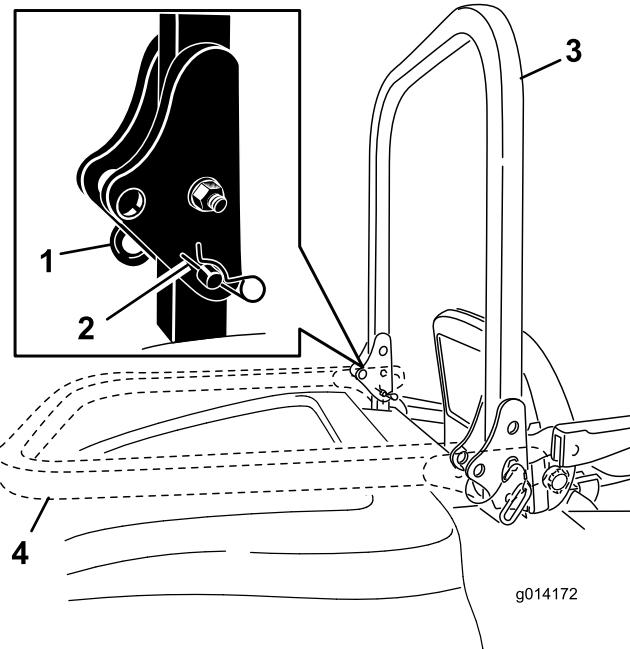

Figura 8
1. Para bajar la barra anti-vuelco, retire los pasadores de horquilla, empuje la barra hacia adelante contra los muelles, y retire los dos pasadores (Figura 8).
2. Coloque la barra antivuelco en la posición de bajada (Figura 8).
3. Instale los dos pasadores y fíjelos con los pasadores de horquilla (Figura 8).
4. Para elevar la barra anti-vuelco, retire los pasadores de horquilla y retire los dos pasadores (Figura 8).
- Eleva la barra anti-vuelco a la posición vertical, instale los dos pasadores y fíjelos con los pasadores de horquilla (Figura 8).